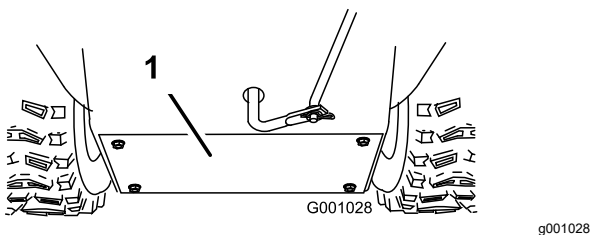

Figure 42
3. Déposez le couvercle arrière (Figure 42).